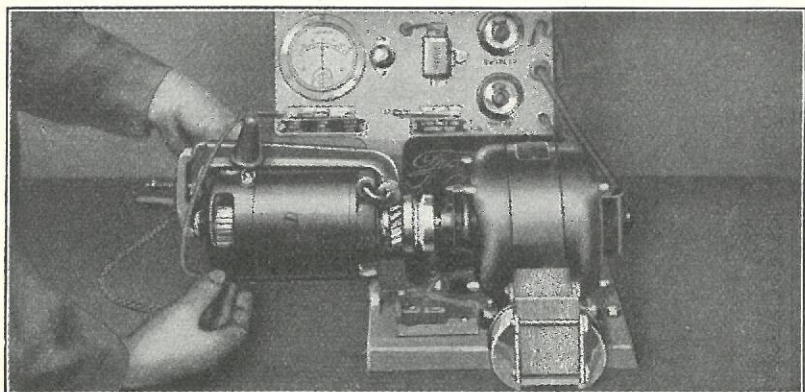

Fig. 512
- 1074** Tag Dynamo'en af og undersøg, at Børsterne er slidte, Fjedrene slappe eller knækkede eller Magnetforbindelserne afbrudt. Hvis Fjedre og Forbindelser er i Orden, anbringes Dynamo'en i et Prøveapparat, og dets Ledning forbindes med Dynamo'ens Polskrue, og Kontakten til venstre paa Apparatet sluttes (dette vil bevirke, at Dynamo'en arbejder som Motor). Derefter betragtes de i det følgende nævnte Forhold (naar denne Prøve udføres, er det nødvendigt at give Ankeret en Omdrejning med Haanden for at faa det i Gang, se Fig. 512):